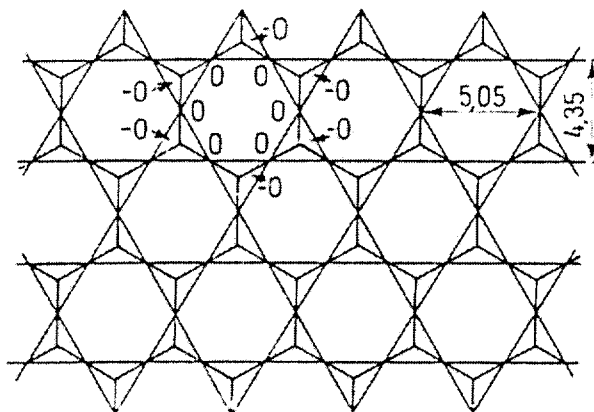

Figure 1 : Couche de tétraèdres de silice dans les phyllosilicates
- une face dans un même plan, (plan de la **figure 1** donnée en annexe page 4/4), face dont les trois sommets sont reliés par des ions O^{2-} à trois tétraèdres adjacents ;